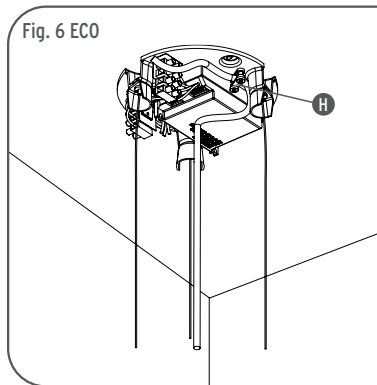

Fig. 6 ECO
<RUS> Рис.6 Снять фиксатор кабеля (H) путём отвинчивания двух винтов (I). Провести токоподводящий кабель (L), выходящий из устройства, через центральное отверстие розетки и потолочного крепления, затем обрезать лишнюю часть кабеля.
<IT> Fig.6 Smontare il bloccacavo (H); tagliare, se necessario, il cavo di alimentazione alla lunghezza desiderata, quindi ribloccarlo rimontando il bloccacavo (H).
<GB> Fig.6 Take apart the cable blocker (H); If necessary cut the power supply cable to the desired length, then put the cable blocker back on (H).
<DE> Abb.6 TKabelsperre (H) abmontieren; Versorgungskabel falls erforderlich an der gewünschten Länge abschneiden und es durch die erneute Montage der Kabelsperre (H) wieder blockieren.
<FR> Fig.6 Démontez le bloque-câble (H); Couper si nécessaire le câble d'alimentation à la longueur désirée, le re-bloquer ensuite en remontant le bloque-câble (H).